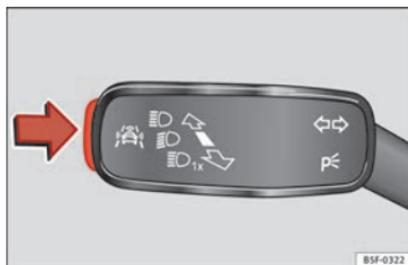

Fig. 45 Sulla leva degli indicatori di direzione e degli abbaglianti: tasti per i sistemi di assistenza per il conducente.
- Premere brevemente il tasto »» fig. 45 nella direzione indicata dalla freccia per aprire il menu **Assistenti**.